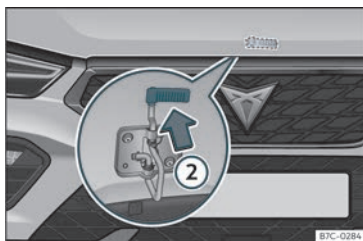

Fig. 200 Came baixo o capou.
- Para levantar o capô faça pressão para cima sobre a alavanca situada debaixo do capô»» **Fig. 200** ②. O gancho de fixação fica desbloqueado.